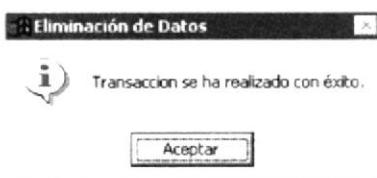

Figura 7.9 Mensaje de Información
5. Si selecciona el botón  se eliminará los datos del cliente y saldrá el mensaje de la Figura 7.9
5. Si selecciona el botón se eliminará los datos de la Forma de Pago y saldrá el mensaje de la Figura 7.9